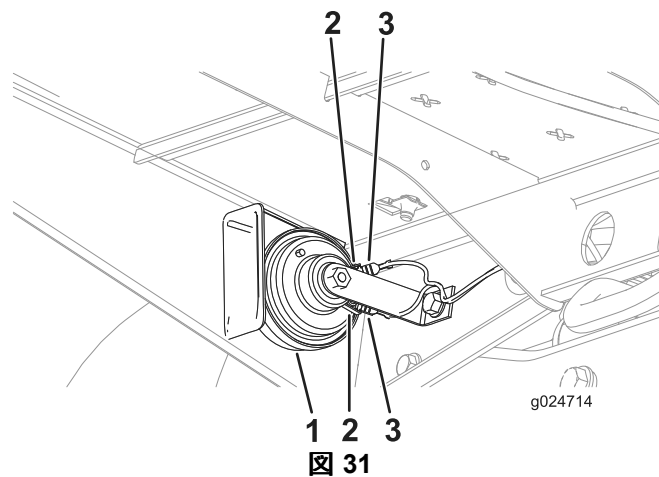

図 31
2. ワイヤハーネスのうち、端子が2つついている端部を、ホーンの端子2つに接続する 図 31。